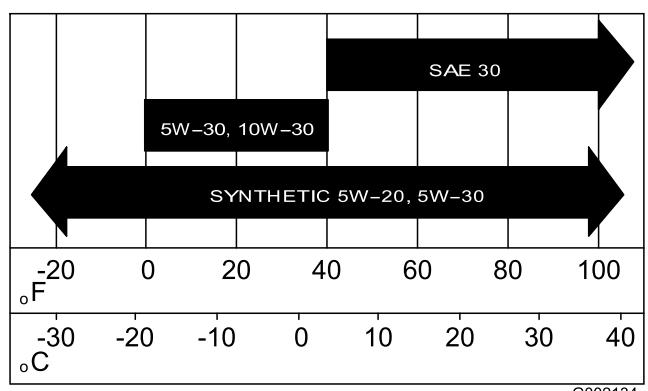

Figure 34
5. Remplissez le carter de l'huile spécifiée (Figure 34).